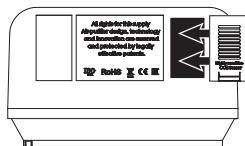

Рис. 23.
3. Вставьте датчик углекислого газа CO₂-Z19 в установочное место в крышке отсека и завинтите два болта фиксации датчика (рис. 23).